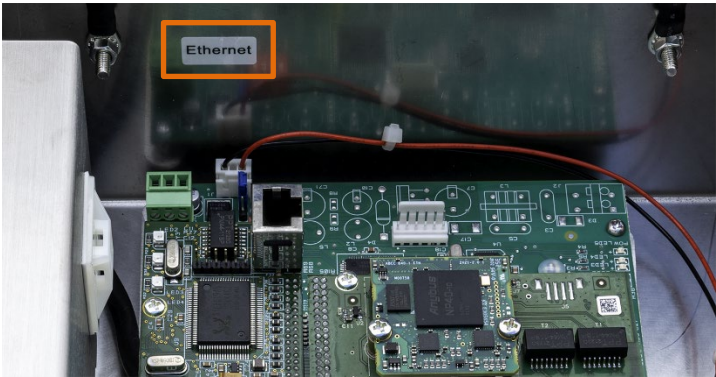

Figura 3-17: Posizione etichetta ethernet
- Installando l'opzione Ethernet, verrà fornita nel kit un'etichetta di identificazione Ethernet. Questa etichetta può essere affissa all'armadietto dell'ACM500 vicino al connettore Ethernet, come mostra la Figura 3-17.
- Installando l'opzione Ethernet/IP PLC, verrà fornita nel kit un'etichetta di identificazione Ethernet per comodità. Questa etichetta può essere affissa all'armadietto dell' ACM500 vicino al connettore Ethernet/IP, come illustrato in Figura 3-17.